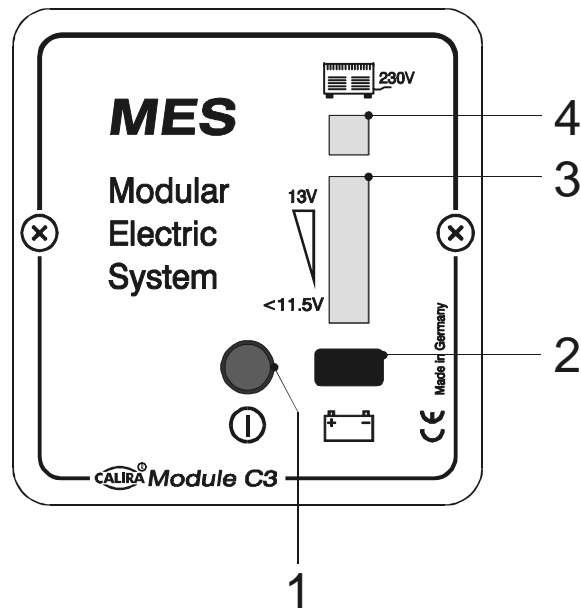

Bild 1: Module C3
Genom att trycka huvudströmbrytaren (belyst tryckknapp bild 1 pos. 1) aktiveras huvudströmbrytarreläet i Module B. Huvudströmbrytaren lyser grönt när den är aktiverad. Med huvudströmbrytaren kan du tillsammans med huvudströmbrytarreläet sätta PÅ (tryckknappen lyser grönt) och genom ett nytt tryck stänga AV 12 volt förbrukarna.
Laddningskontrollindikatorn (grön, bild 1 pos. 4) lyser, oberoende av huvudströmbrytaren, när Module B är i nätladdningsdrift och försörjningsbatteriet laddas. Laddningsprocess se beskrivning Module B.
Genom att trycka knappen (bild 1 pos. 2) visas försörjningsbatteriets spänning i batterispänningsindikatorn (bild 1 pos. 3) med en LED-kedja.